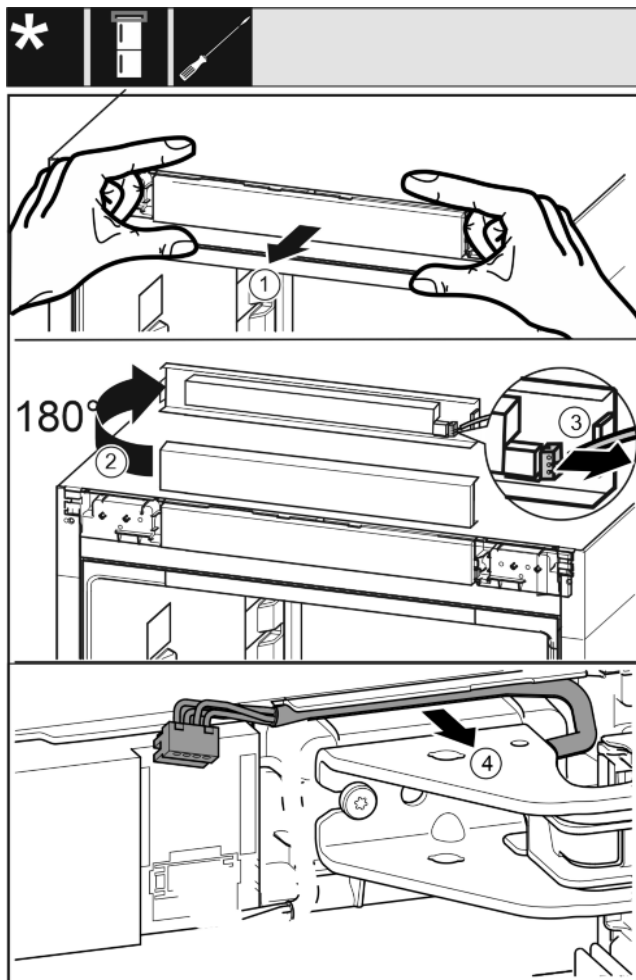

Fig. 15
- Oprezno odvojite masku uređaja za rukovanje prema naprijed. Fig. 15 (1)
- Okrenite masku za rukovanje prema gore za 180°. Fig. 15 (2)
- Pritisnite jezičac prema natrag i oprezno izvucite utikač. Fig. 15 (3)
- Oprezno otpustite kabel iznad podloška ležaja iz vodilice. Fig. 15 (4)